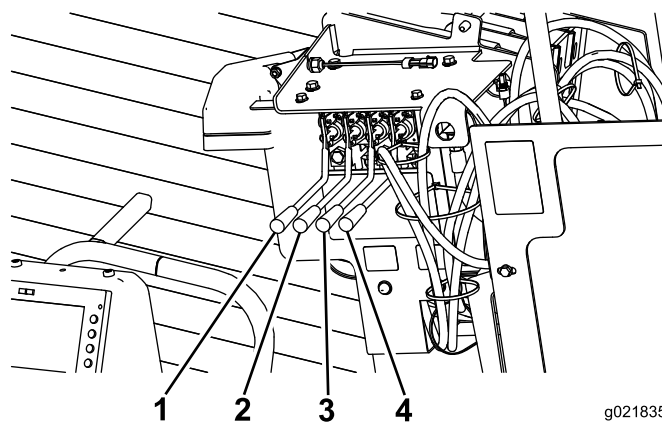

Рисунок 46
6. Нажмите два рычага правых стоек для опускания правых стоек с вращением шнеков до полного погружения в грунт (Рисунок 46).